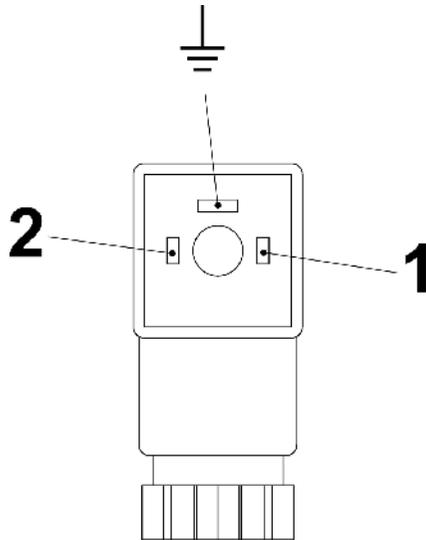
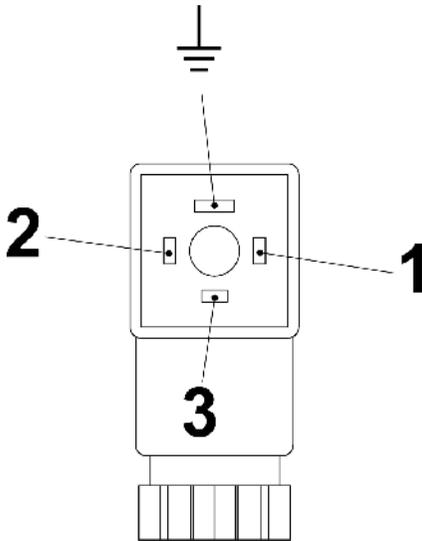

Abb. 23: Pin-Belegung Steckerdose Schließer (Form 15x50)
Abb. 24: Pin-Belegung Steckerdose Wechsler (Form 15x50)
6. ➤ Anschluss gemäß den Anschlussbildern (Abb. 23 und Abb. 24) vornehmen